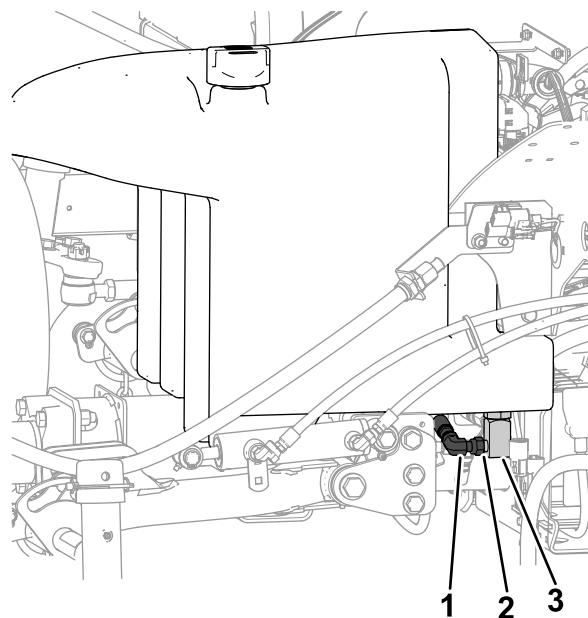

Figure 108
2. Placez un grand bac de vidange sous le collecteur (Figure 108) au bas du réservoir de liquide hydraulique ; voir Capacité de liquide hydraulique : \(page 70\).